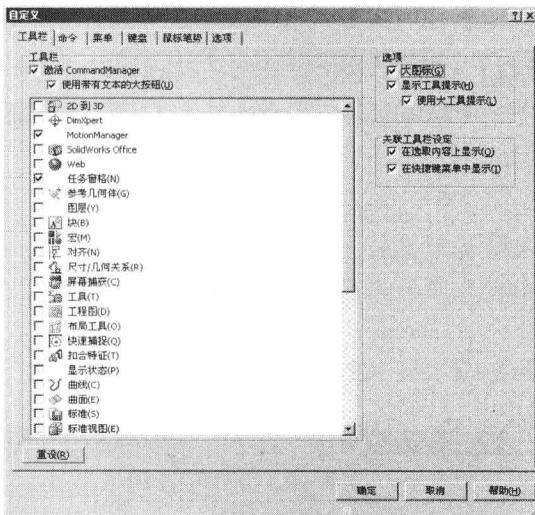

图1-4
- (1) 打开零件、装配体或工程图文件。
- (2) 在工具栏区域单击鼠标右键，在弹出的快捷菜单中选择【自定义】选项，打开图1-4所示的【自定义】对话框。
- (3) 在【工具栏】列表框中选择要显示的工具栏。
- (4) 在【选项】分组框中选中【大图标】复选项可以较大的图标显示工具按钮。
- (5) 选中【显示工具提示】复选项，当鼠标指针指在工具栏按钮时，系统会自动出现该工具的功能说明。